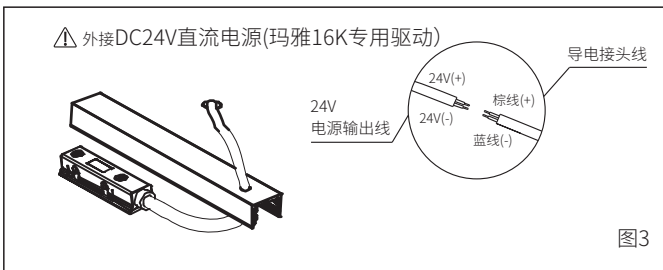

图3
3.将导电接头线接到DC24V电源(玛雅16K专用驱动)上,如图3所示;